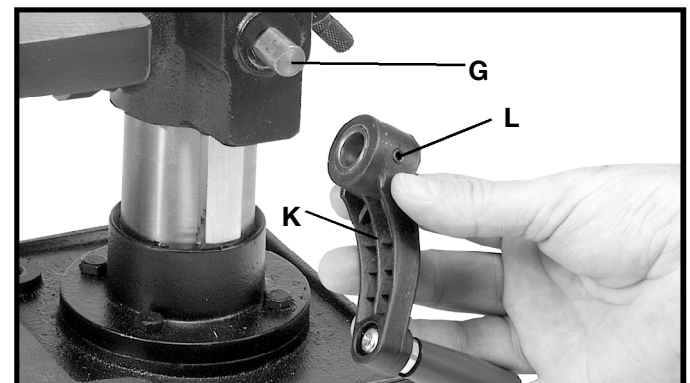

Fig. 10
6. Ensamble la agarradera de elevación y bajado de mesa (K) Fig. 10 al árbol del tornillo sin fin (G) y apriete el tornillo (L) contra la parte plana del árbol.